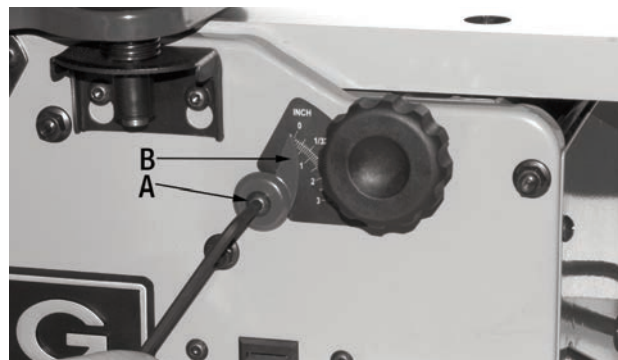

FIGURE 13
- 3) En utilisant une clé hexagonale, desserrez la vis allen à tête ronde (A) Fig.13 de l'indicateur (B) et positionnez l'indicateur manuellement au point 0, puis resserrez la vis allen à tête ronde (A).